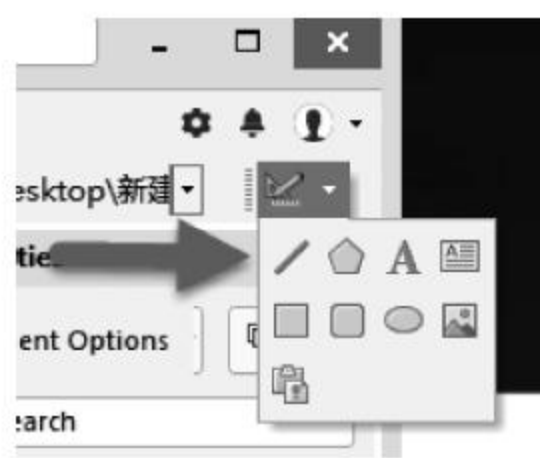

图 8-26 不具有电气属性的线条
解: (1) 在原理图中检查是否连接好, 比如走线相交的地方有无节点, 或者放置的导线是否具有电气属性的线条(不具有电气属性的线条如图 8-26 所示)。